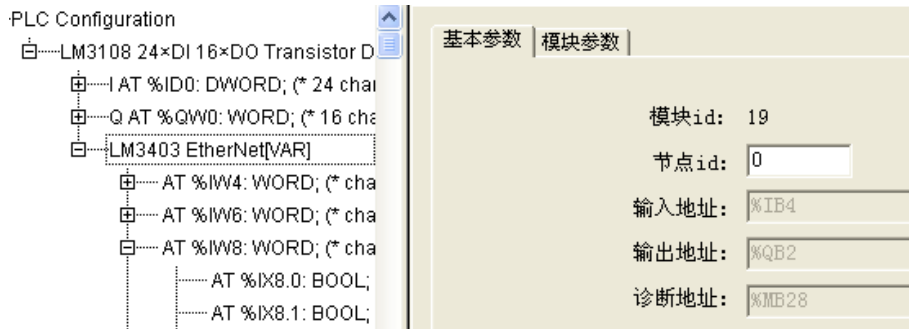

图 10-5-5
- 以太网功能块中的 Address 与图 10-5-5 所示的节点 id 一致,PC 机向 PLC 发送的数据 A、B 分别存放在下图所示的 %IW4、%IW6,位 C 存放在 %IX8.0。